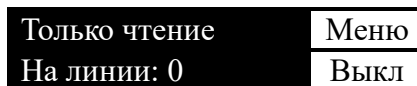

Рисунок 2 – Главный экран прибора
После включения прибора на экране будет отображена информация о режиме работы прибора и подключенных регистраторах (рисунок 2). Основной текст отображается светлым цветом (тёмный фон), а возможные действия при нажатии кнопок отображаются тёмным цветом (светлый фон).
Прибор начинает обработку подключенного регистратора только если отображается главный экран (рисунок 2). Обработка регистратора зависит от выбранного режима работы прибора. Описание режимов работы прибора содержится в таблице 2.
**Внимание!** Работа с регистраторами возможна только если на экране прибора отображается главный экран (рисунок 2).